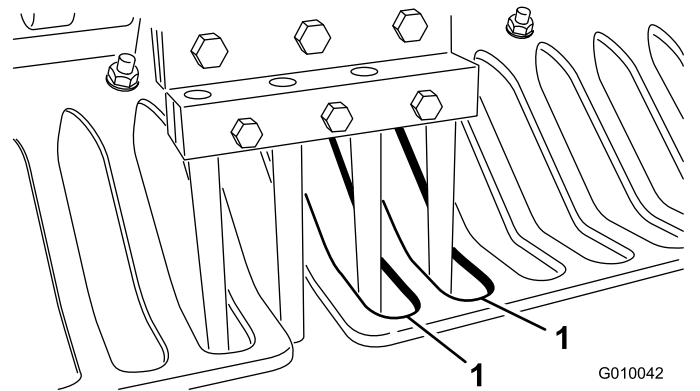

图26
6. 检查打孔针对准护草板缺口的中心图26。必要时调节护草板然后拧紧螺母。